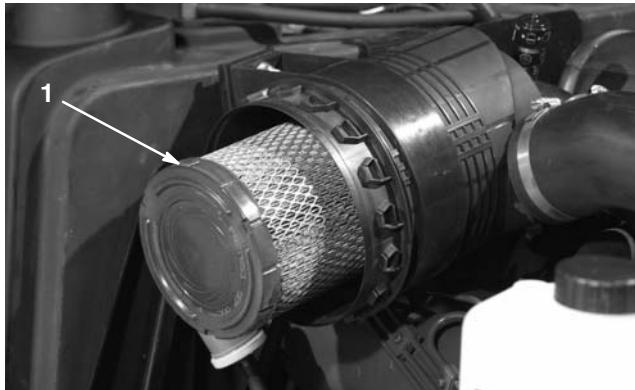

Figure 45
- Déposez l'élément primaire (Fig. 45). Il est déconseillé de nettoyer l'élément usagé car cela risquerait d'endommager le filtre. Vérifiez que le nouveau filtre est en bon état ; contrôlez l'extrémité étanche du filtre et le corps. N'utilisez pas l'élément s'il est endommagé. N'enlevez pas l'élément de sécurité (Fig. 46).
- Reposez l'élément primaire (Fig. 45).